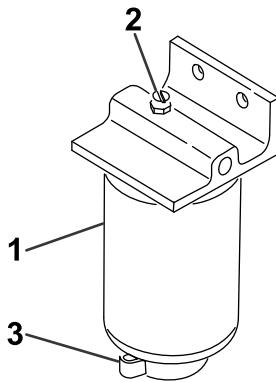

Figura 55
3. Allentate la valvola di spurgo situata nella parte inferiore della scatola del filtro (Figura 55).
2. Pulite la superficie circostante la scatola del filtro (Figura 55).